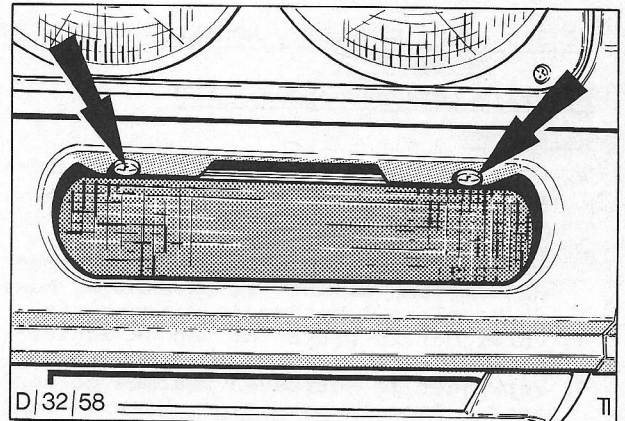

Fig. 16. Bevestigingsschroeven van knipperlicht.
1. Verwijder de twee schroeven waarmee het complete knipperlicht aan de voorbumper is bevestigd. Fig. 16.